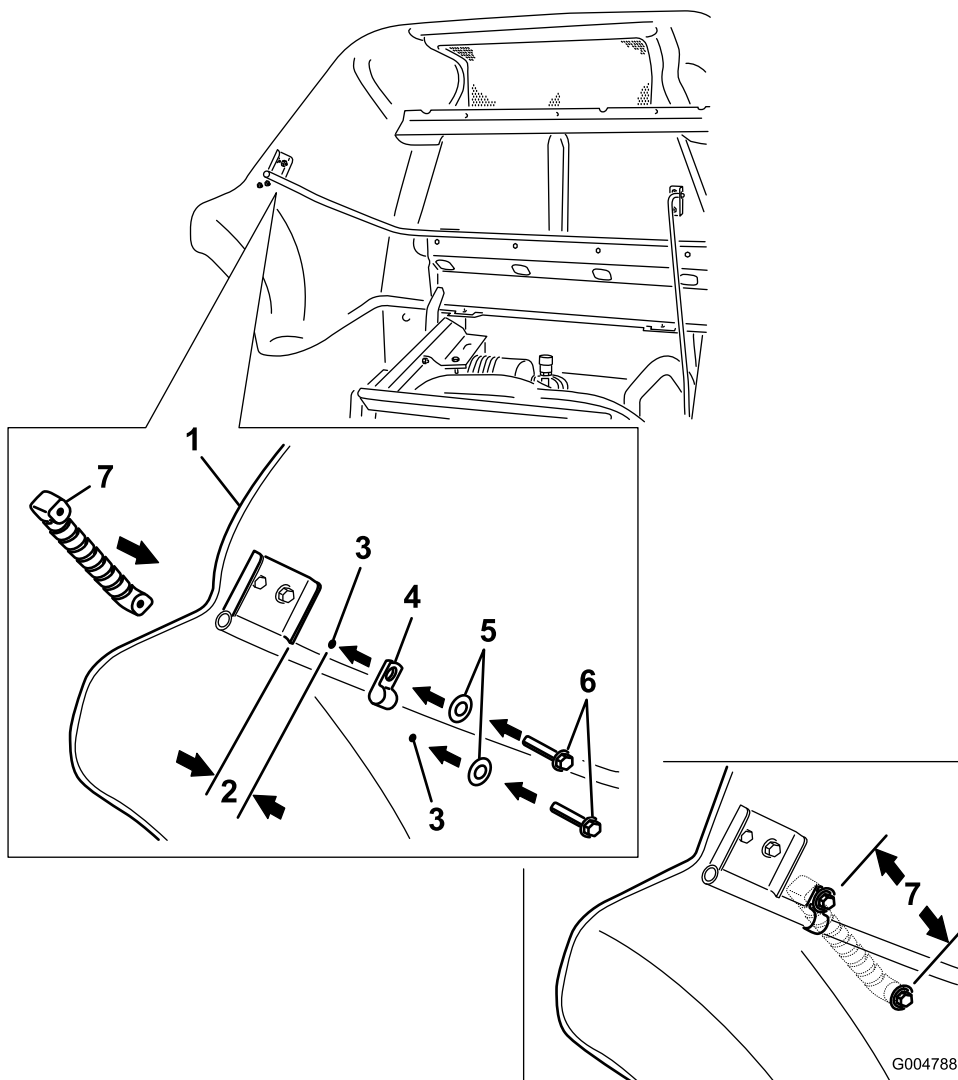

Figura 7
2. Meça 3,8 cm na calha a partir da extremidade de suporte como se mostra na Figura 7.
6. Com a pega do capot na posição aproximada indicada na Figura 7, marque o segundo furo a fazer.
9. Prenda a pega ao capot utilizando a outra anilha (5/16 pol.) e parafuso (1/4 x 1 1/8 pol.) como se mostra na Figura 7.